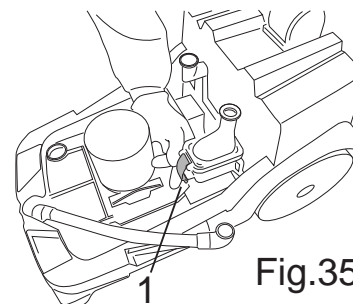

Fig.35
- Entfernen Sie den Deckel vom Drosselventil, indem Sie den Hebel ausrasten (Abb. 35, Pkt. 1).